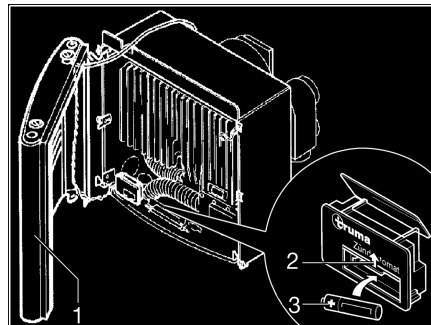

Fig. 108 Chauffage ouvert
- Placer l'habillage sur le côté (Fig. 108,1) pour que les câbles de raccordement pour le ventilateur d'air chaud et pour la lampe témoin de l'allumage n'aient pas à être débranchés.
- Pousser le couvercle du compartiment à piles de l'allumage automatique (Fig. 108,2) vers le haut.
- Placer une nouvelle batterie (Fig. 108,3) de même type, en plaçant correctement les pôles (+/-), dans le compartiment à piles de l'allumage automatique. N'utiliser que des piles AAA résistantes à la chaleur (+70 °C) et étanches.